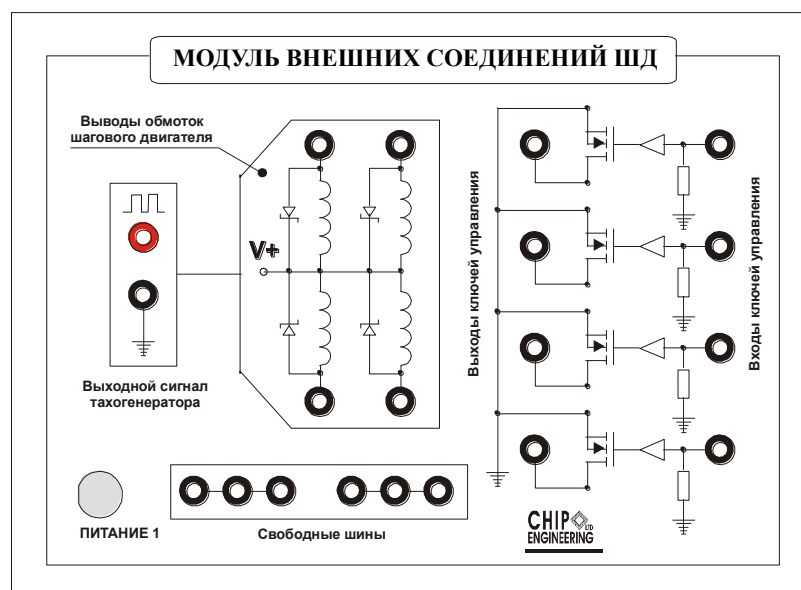

Рисунок 4.3 – Модуль внешних соединений ШД
- модуля внешних соединений шагового двигателя (рисунок 4.3);